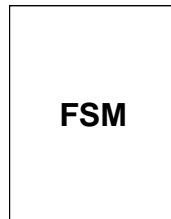

Abbildung 10.1: Blockschaltbild des Moore-Automaten
- b) Vervollständigen Sie das Blockschaltbild des Moore-Automaten in Abbildung 10.1 mit Ein- und Ausgängen und beschriften Sie diese!